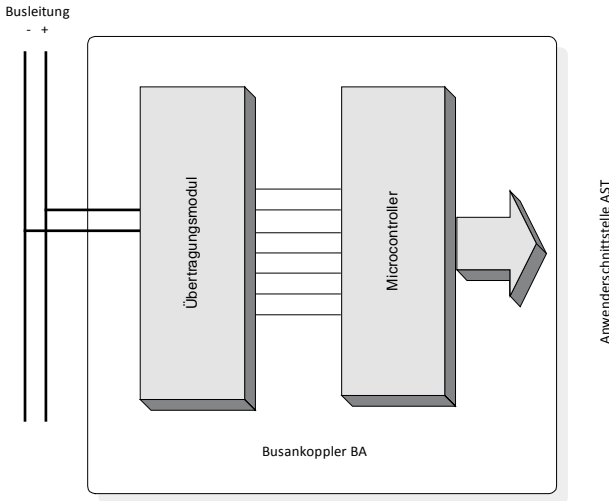
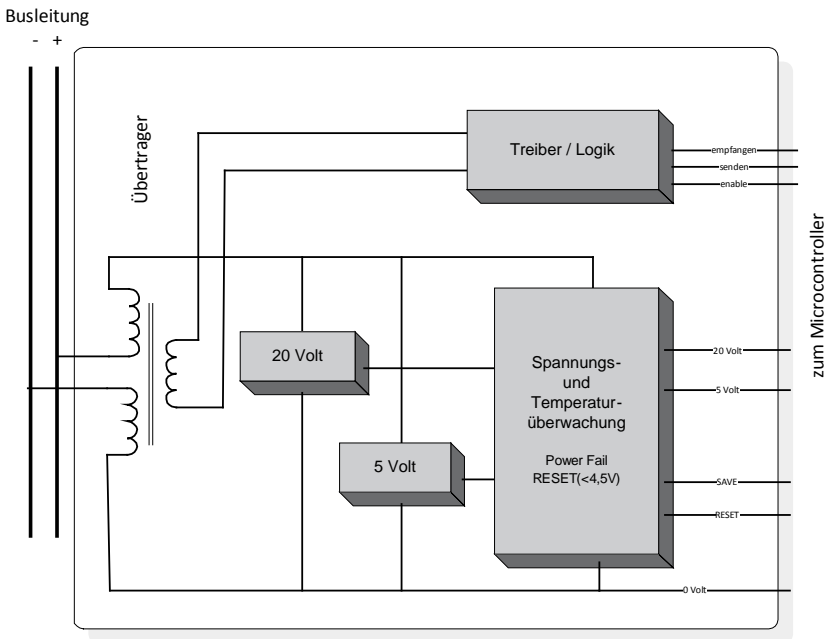

Bild 3.2: Buskoppler (BA)
Bild 3.4: Übertragungsmodul
Prinzipiell besteht der Busankoppler (BA) aus zwei Baugruppen: dem Übertragungsmodul und einem Mikrocontroller zur Abwicklung des Datenverkehrs und der Geräteapplikation (**Bild 3.2**). Dieser Mikrocontroller enthält in seinem ROM bzw. Flash-Speicher die System-Software, also Busprotokoll, Verwaltung, Kommunikation und Steuerung der Anwenderschnittstelle. Dieses Programm wird bei der Herstellung des Busankopplers im Mikrocontroller fest einprogrammiert und kann vom Anwender nicht geändert werden.
Derzeit sind in den Busankopplern nach Bild 3.2 *8-Bit-Mikrocontroller-Typen* des Chip-Herstellers Motorola eingesetzt; dabei handelt es sich z. B. um den Mikrocontroller 68HC05B6, der genutzt wird in:
Das *Übertragungsmodul* nach **Bild 3.4** verbindet den Mikrocontroller des Busankopplers mit dem Bus (vgl. Bild 3.2). Es enthält den zur Busankopplung notwendigen Übertrager und alle weiteren Schaltungsteile, die den Bus betreffen.